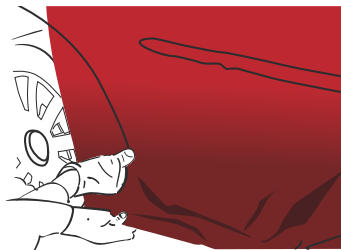

Figure 09
- › Appliquer le relief avec le doigt ou la raclette plastique recouverte de feutrine. (FIG. 09)